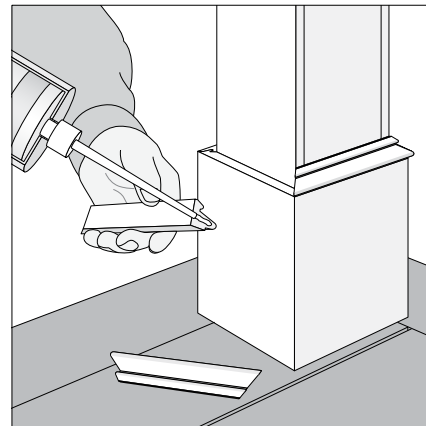

Fig. 7
- Aplique una pequeña cantidad de adhesivo de PVC celular Klear (lleve de 4 a 7 minutos de tiempo de trabajo) a las juntas ingleteadas en los extremos de dos piezas de molduras (**Fig. 7**).